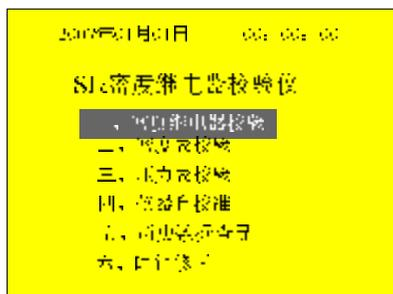

图 4
2、功能选择界面，按‘上’‘下’键换行，按‘确认’键进入所选行的对应菜单，如图 4。